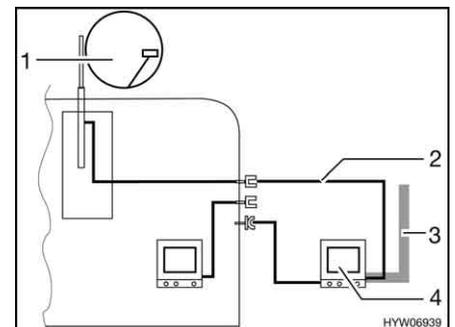

Fig. 121 TV en el área bajo el toldo
- TV en el área bajo el toldo (Fig. 121,4): Conexión a la antena del techo (Fig. 121,1) con el cable de conexión (Fig. 121,2)
- TV en el área bajo el toldo (Fig. 121,4): Conexión a antena externa (Fig. 121,3)